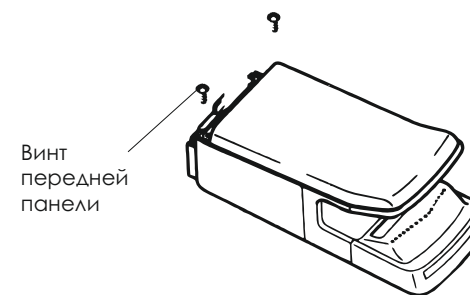

Рисунок 5
- выверните 2 винта (Рисунок 5).